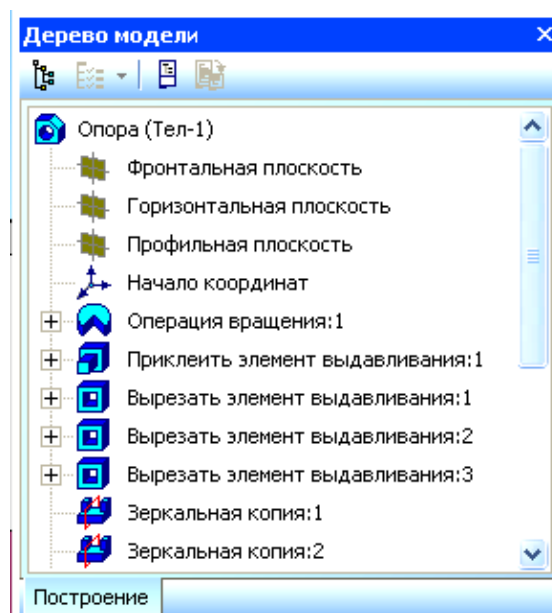

Рис. 13. Дерево модели с последовательностью построения модели
**Дерево модели** отображает порядок создания модели и связи между ее элементами и компонентами (рис. 13). Может располагаться только внутри окна документа.